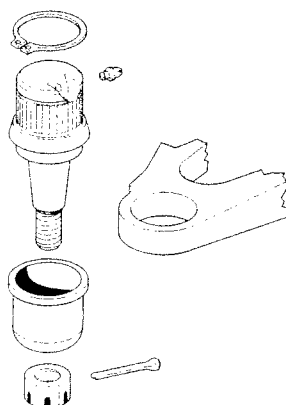

FIGURE 2
11. Après s'être assuré que le bras de suspension et la fusée sont en bon état, procéder à l'installation comme suit: Placer le nouveau joint à rotule prêt à être pressé de telle sorte que le trou du graisseur soit placé face à l'avant du véhicule (VOIR FIGURE 2). Presser le joint à rotule carrément dans le bras de suspension jusqu'à ce que l'épaule s'ajuste solidement dans le bras de suspension. Ne jamais se servir d'un marteau pour asseoir un joint à rotule dans un bras de suspension.